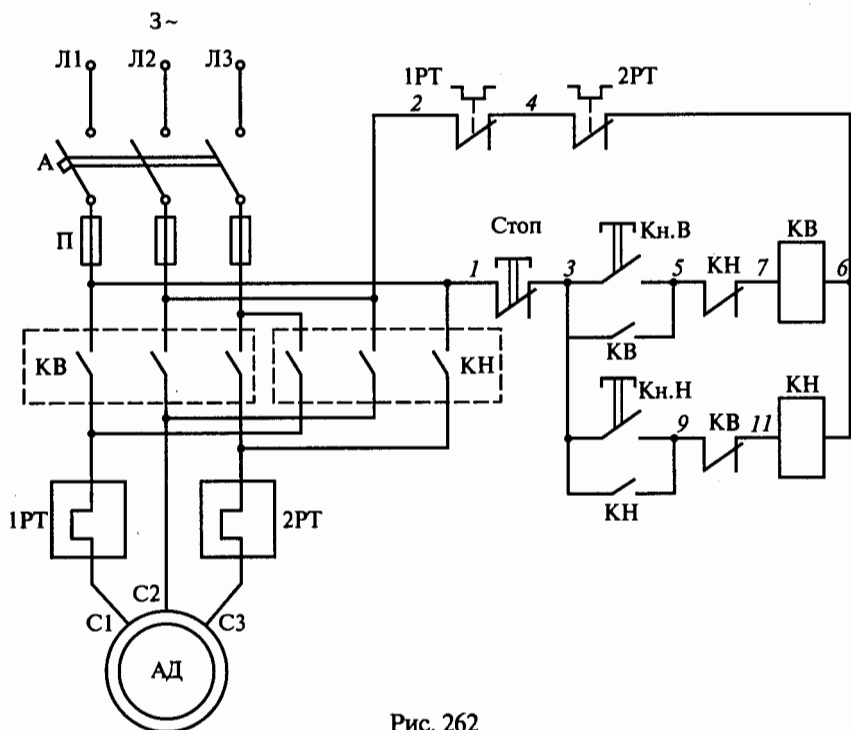

Рис. 262
**11.28.** Какая последовательность фаз обеспечивается нажатием кнопки Кн.Н в схеме реверсивного магнитного пускателя на рис. 262?
**11.29.** Что произойдет при одновременном нажатии кнопок Кн.В и Кн.Н (при отсутствии взаимной блокировки) в схеме реверсивного магнитного пускателя, приведенной на рис. 262?